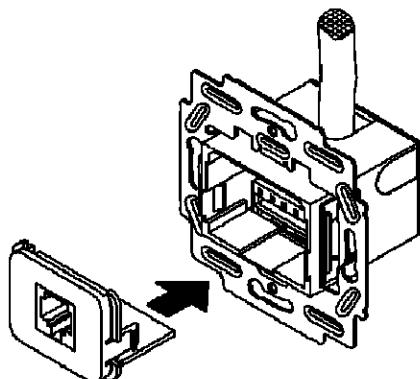

Abbildung 11 / Figure 11
17. AMP CO Plus Gehäuse von vorne mit Systemeinsätzen bestücken (Abbildung 11).